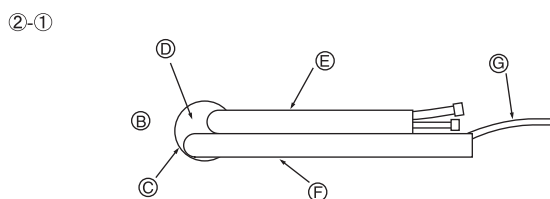

Fig. 3-5
- 2-1 Για πίσω αριστερή σωλήνωση, τραβήξτε τους σωλήνες να βγουν από την οπή για να μετρήσετε σωστά το μήκος τους, μετά λυγίστε τους. Η εσωτερική μονάδα πρέπει να κρέμεται από τη βάση της που είναι τοποθετημένη στον τοίχο. (Fig. 3-5)